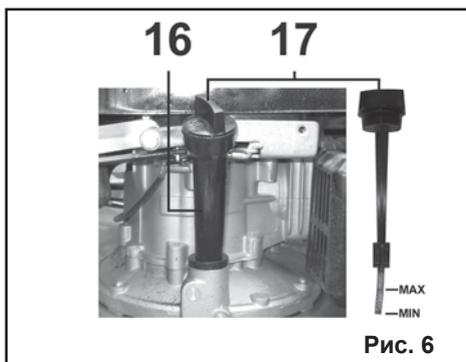

Рис. 6
9.3. Замена масла в двигателе (Рис. 6, 12).